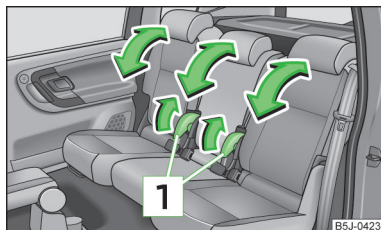

Fig. 57
- › Tirare la leva **1** » fig. 57 e impostare l'inclinazione desiderata dello schienale.
- › Tirare la leva **1** » fig. 57 a pagina 73 e impostare l'inclinazione desiderata dello schienale.